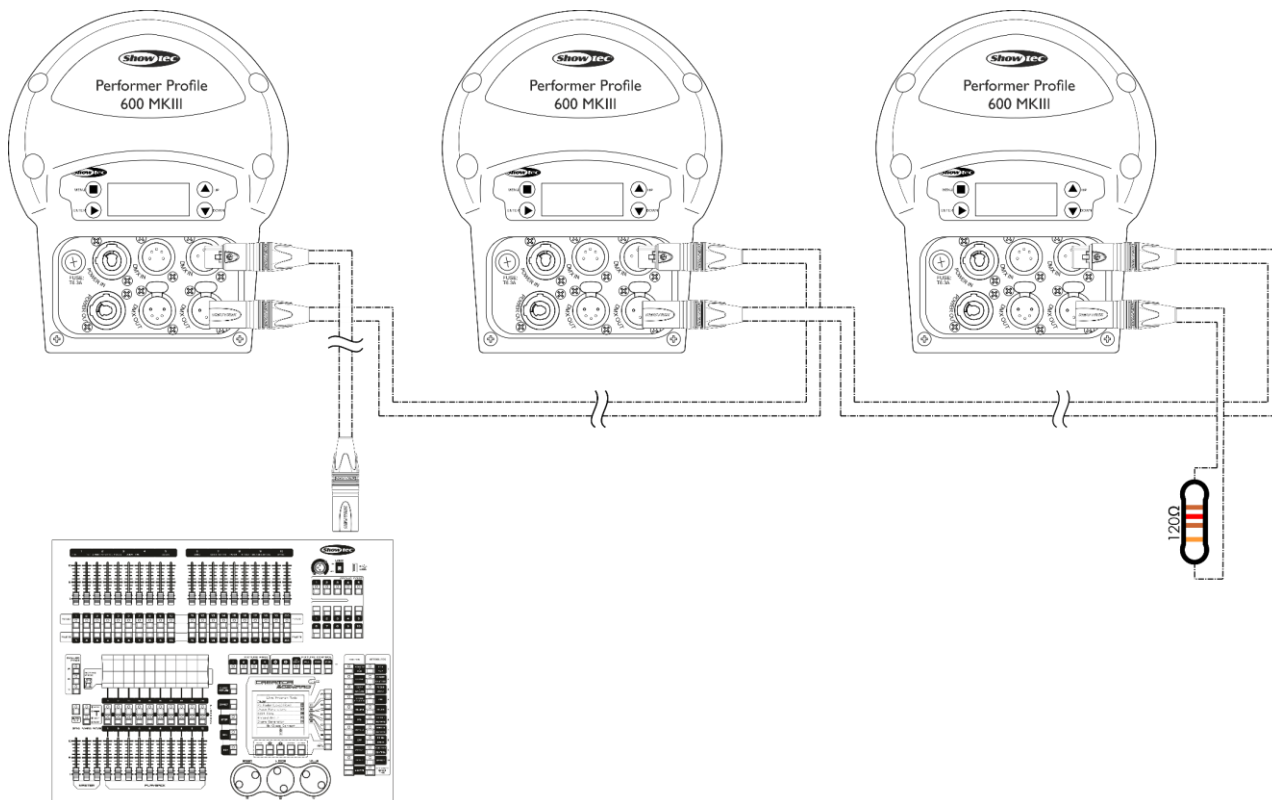

Fig. 12
- 04) Conecte las unidades entre ellas como se indica en la Fig. 12. Conecte un cable de señal DMX que vaya desde el conector DMX OUT (salida) de la primera unidad al conector DMX IN (entrada) de la segunda unidad. Repita este proceso para interconectar las unidades segunda y tercera.